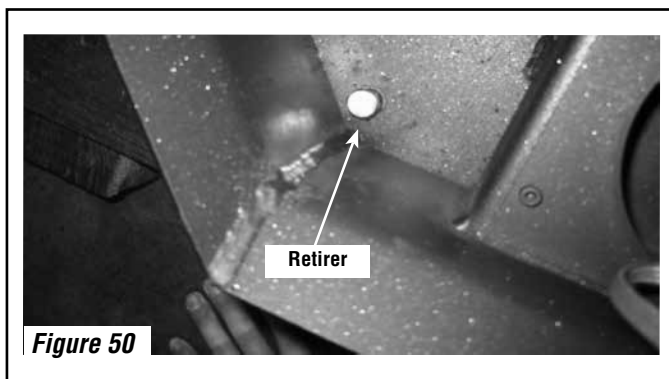
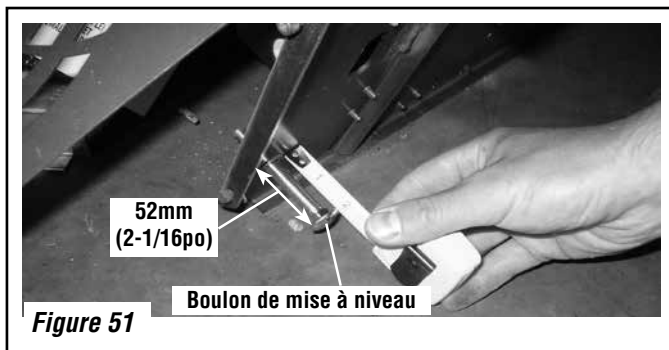

Figure 50
Figure 51
2. Installer les 4 boulons de mise à niveau. Ouvrir la porte avant principale et retirer les deux boulons dans les coins avant gauche et droit du fond du foyer (voir **Figure 50**). **Remarque** : Il est recommandé de poser un niveau sur le poêle encastrable pour vérifier qu'il est horizontal. En inclinant à nouveau le poêle encastrable avec la plus précaution, insérer les quatre boulons de mise à niveau d'environ 52 mm (2-1/16 po) dans les trous pratiqués dans le fond du poêle encastrable (voir **Figure 51**).